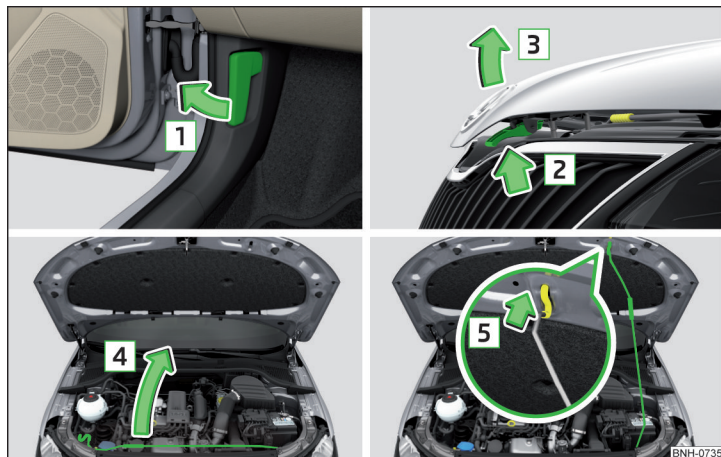

Fig. 236 Abrir el capó
- Abra la puerta delantera y tire de la palanca de desbloqueo ubicada debajo del tablero de instrumentos en el sentido de la flecha **1** » fig. 236.